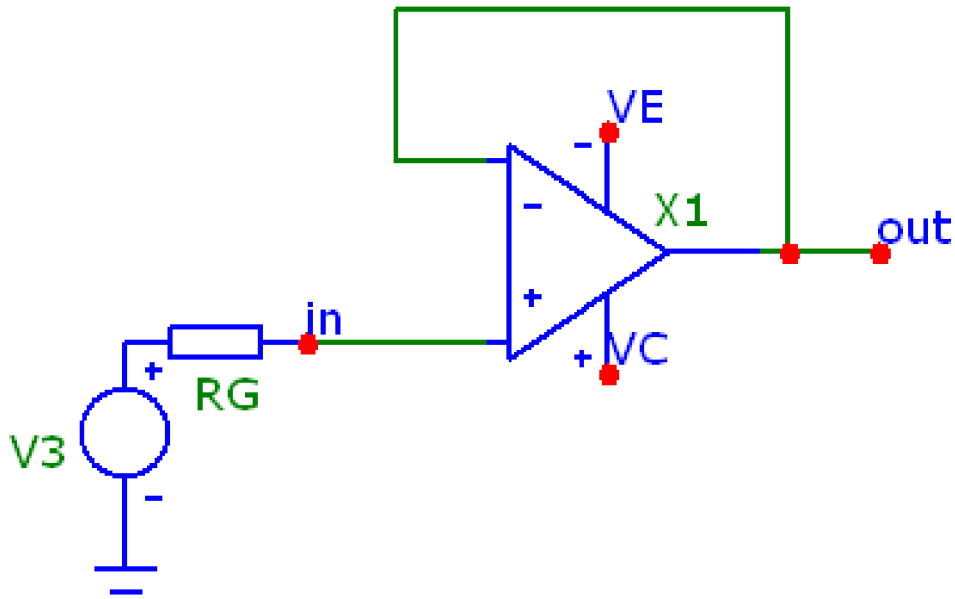

Рис. 15. Схема повторителя на ОУ
3. Собрать схему повторителя на ОУ (рис. 15).